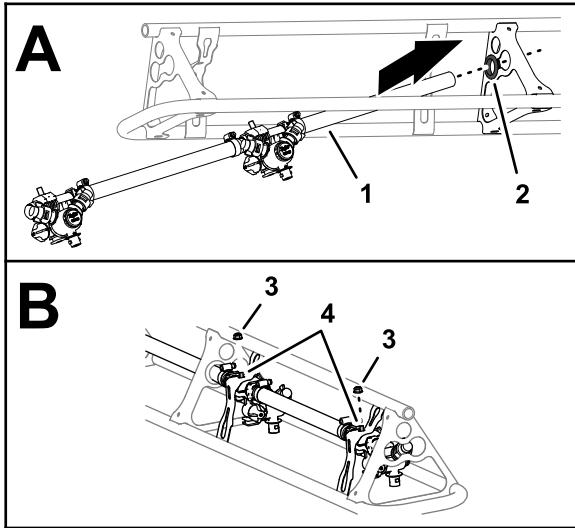

Figure 109
1. À l'extrémité extérieure de la section de pulvérisation gauche, faites passer le flexible de l'ensemble débitmètre/tourelles de buses L1 et L2 à travers l'œillet du cadre en treillis extérieur (Figure 109).
2. Insérez les boulons d'étrier de tourelle dans les trous des supports de buses, et fixez les ensembles débitmètre/tourelle de buse aux supports (Figure 109) à l'aide de deux contre-écrous à embase (5/16").